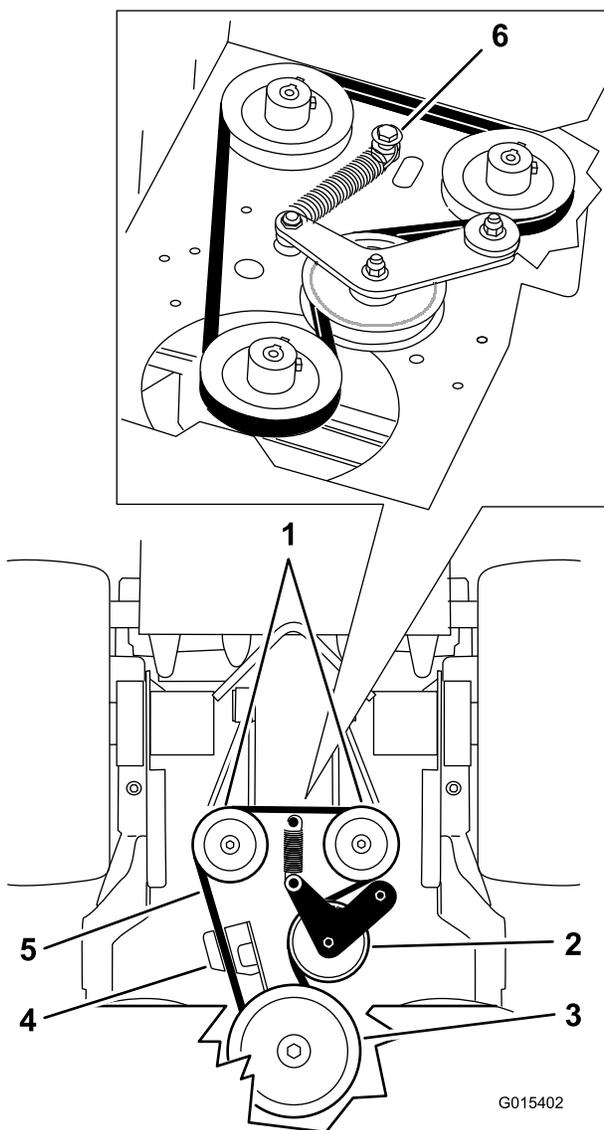

Bild 68
5. Entfernen Sie die Schulterpassschraube, Mutter und Scheibe, die am Motor und an der Feder angeschlossen sind (Bild 68).
6. Entfernen des Pumpen-Treibriemens (Bild 68).
8. Montieren Sie die Feder auf die Schulterpassschraube und Scheibe und befestigen Sie sie mit der Mutter am Motor (Bild 68).